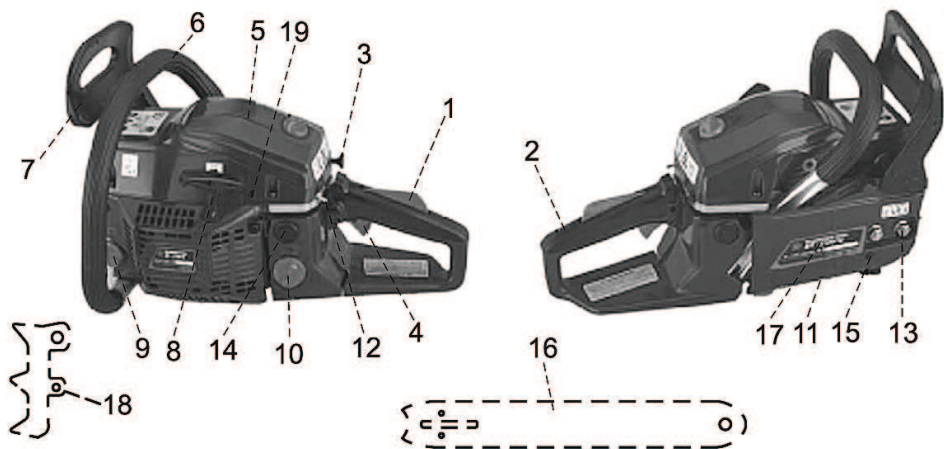

рис. 1
3.1 Общий вид пилы представлен на рис. 1